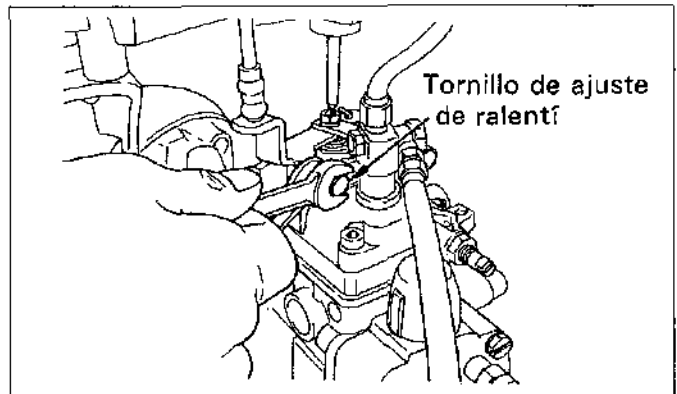

Figura.15-27 Ajuste del tornillo de ajuste de ralentí
(1) Con la palanca de ajuste libre pegado contra el tornillo de ajuste de ralentí, mediante el resorte de retorno de la palanca de ajuste, ajuste el suministro de combustible al valor especificado con el tornillo de ajuste de ralentí. (Vea la figura.15-27)
(2) Compruebe el ángulo de la palanca de ajuste para asegurarse de que está dentro del valor especificado en la especificación de prueba.